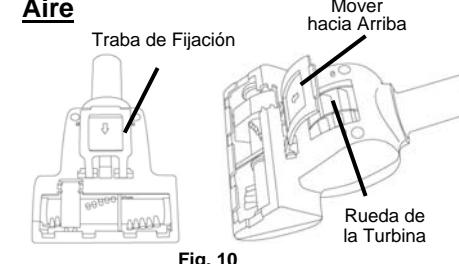

Fig. 10
2. Dé vuelta el cepillo y abra la tapa con bisagras para obtener el acceso a la rueda de la turbina. (Fig. 10)